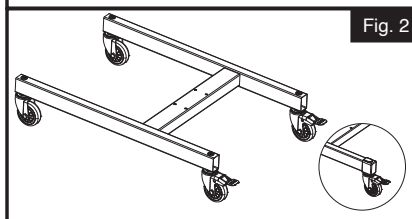

Fig. 2
2. Insérez les vis des roulettes de 7,6 cm dans les trous inférieurs du cadre de base. (Fig. 2)